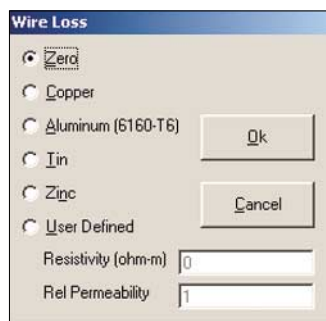

Bild 3: Zur Berechnung des AVG ist Wire Loss vom üblichen Copper auf Zero zu setzen.
- 3) *Wire Loss*: Es ist *Zero* (null) für den Drahtverlust einzustellen, wie Bild 3 zeigt. Damit sind alle Verluste bis auf die zu untersuchenden Strahlungsverluste aus dem Programm entfernt, und es kann unter